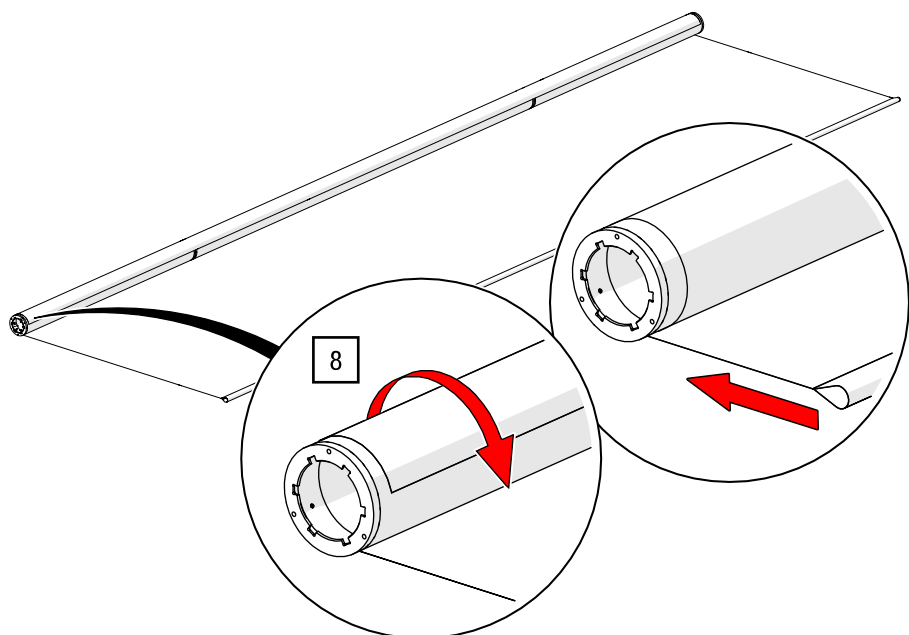

Abb. 27: Behang Montieren – Behang aufrollen
8. Rollen Sie den Behang mit Unterstützung einer zweiten Person gleichmäßig auf das Rohr auf (siehe Abb. 27).